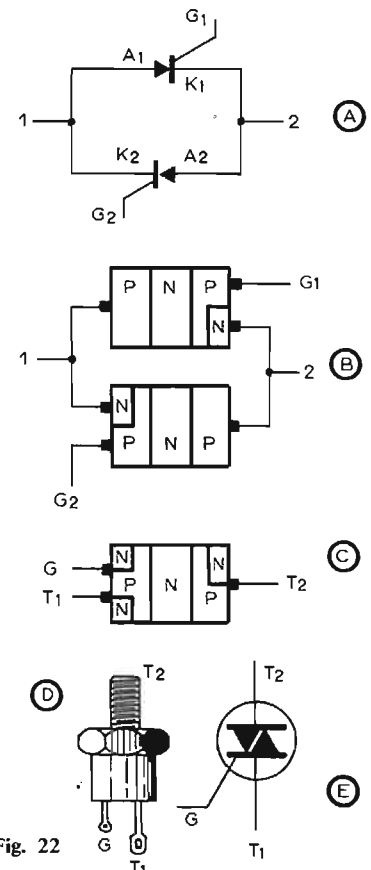

Fig. 22
Considérons les parties (A) à (E) de la figure 22. En (A) on a représenté deux thyristors normaux, par leurs symboles schématiques, montés en opposition. Cela donne les points : 1 correspondant à A₁ et K₂, 2 correspondant à A₂ et K₁ et G₁ et G₂, les deux gâchettes des thyristors étant désignées par les indices 1 et 2.